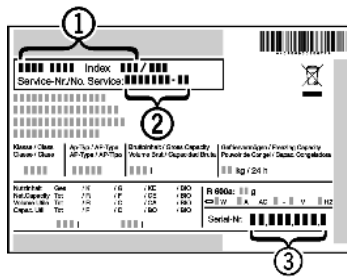

Fig. 42
- ▶ Прочетете от идентификационната табелка означението на уреда Fig. 42 (1), сервизния № Fig. 42 (2) и серийния № Fig. 42 (3). Идентификационната табелка се намира на лявата вътрешна стена на уреда.